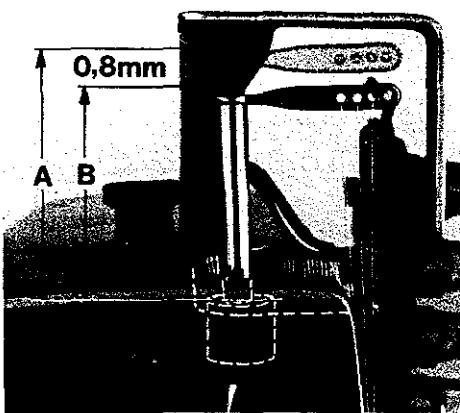
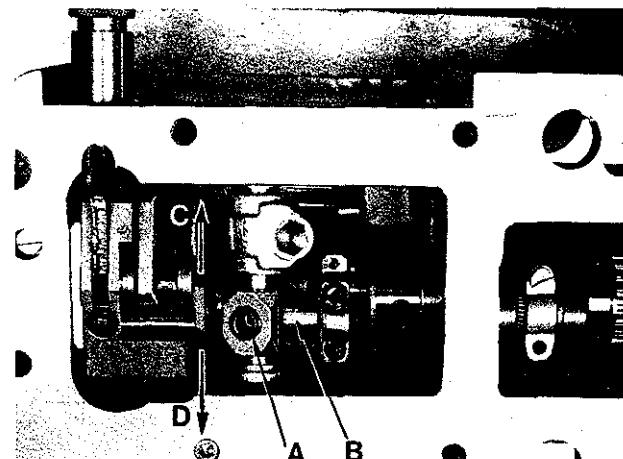

Fig.66
Fig.67
3. Measure dimension "A", Fig. 66 with a slide rule and note it.
6. Measure dimension "B", Fig. 66.
The machine is synchronized correctly if dimension "B" is 0.8 - 1 mm (.032 - .040 in.) larger than dimension "A" (see Fig. 66).
2. Loosen screw (A, Fig. 67).
3. If the difference between dimension "A" and dimension "B" (Fig. 66) is less than 0.8 - 1 mm (.032 - .040 in.), lever (B, Fig. 67) must be moved in the direction of the arrow towards "D".
- If the difference is more than 0.8 - 1 mm (.032 - .040 in.), lever (B) must be moved in the direction of the arrow towards "C".
3. Messen Sie mit einer Schieblehre das Maß "A", Fig. 66 und merken Sie es sich.
6. Messen Sie das Maß "B", Fig. 66.
Ist das Maß "B" um 0,8 bis 1 mm größer als das Maß "A", ist die Maschine richtig synchronisiert (siehe Fig. 66).
2. Lösen Sie die Schraube (A, Fig. 67).
3. Ist der Unterschied zwischen Maß "A" und Maß "B" (Fig. 66) kleiner als 0,8 - 1 mm muß der Hebel (B, Fig. 67) in Pfeilrichtung nach "D" verschoben werden.